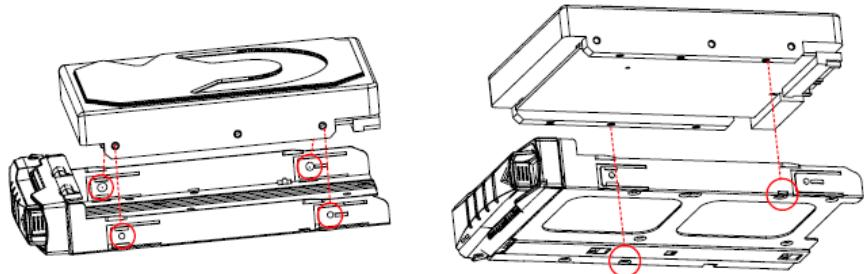

Рисунок 24 – Установка накопителя в каретку 3,5”
- Вставьте накопитель в каретку. Убедитесь, что углубления каретки состыкуются с накопителем. Для дополнительной проверки затяните винты на каретке, чтобы закрепить накопитель (см. Рисунок 24).